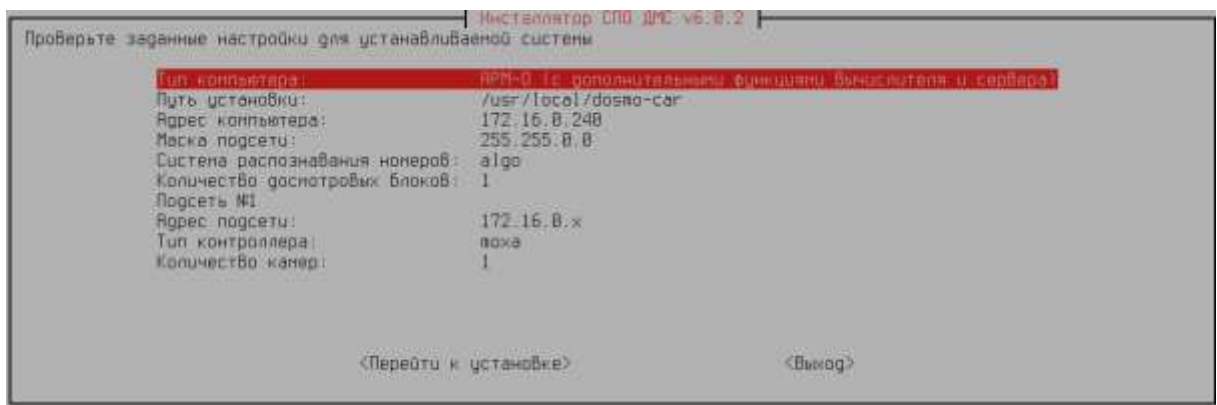

Рисунок 29 — Проверка параметров установки СПО ДМС «Автодосмотр»
1) После ввода всех параметров дальнейшая установка проходит в автоматическом режиме. Перед началом автоматической установки пользователю предлагается подтвердить введенные на предыдущих шагах параметры конфигурации или прекратить установку (Рисунок 29):